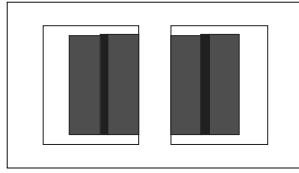

Рис. 2
- Рис. 2 – броневое типа
- Рис. 2 – стержневого типа